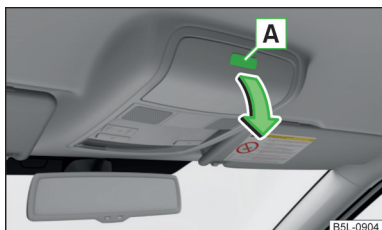

Fig. 87
- Para **abrir** presionar la tecla **A**. El compartimiento se abre en el sentido de la flecha » fig. 87.